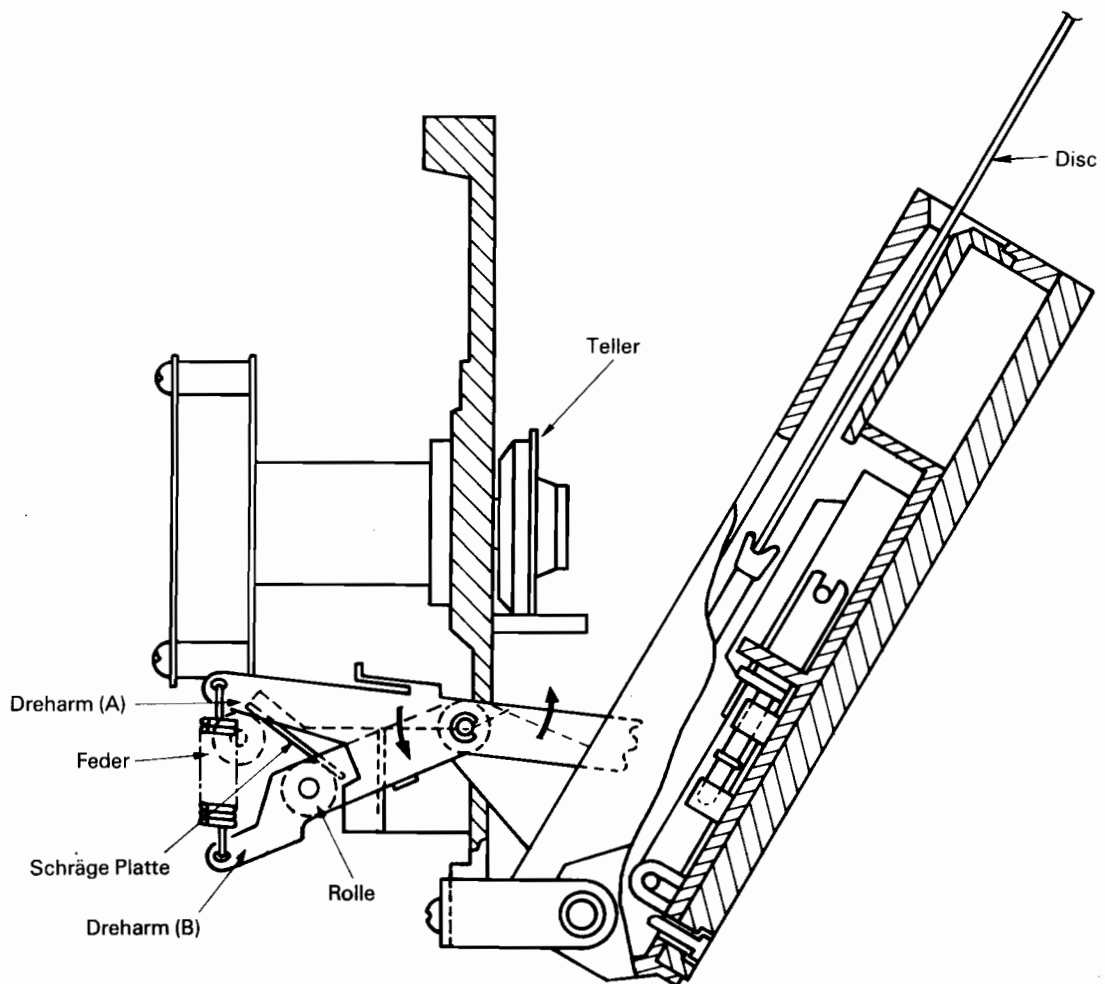

Fig. 60
brachten Rollen die schräge Platte. Dreharm (A), der über eine Feder mit Dreharm (B) verbunden ist, bewegt sich in Richtung der Pfeile. (Siehe Abb. 60).
**3. UP-Position für die DISC (2)**
Das Gleitstück bewegt sich in Richtung der mit ① gekennzeichneten Pfeile, und zwar zusammen mit der Bewegung des Dreharms (A) die in Abb. 60 gezeigt wurde. Die Stifte an den beiden Hebern gleiten in der